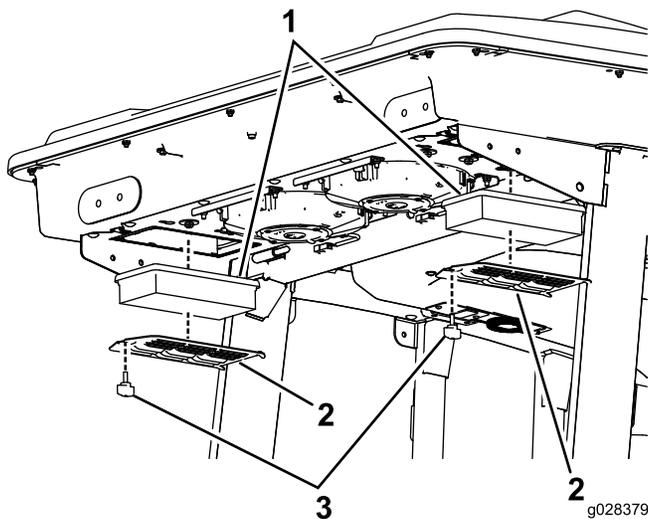
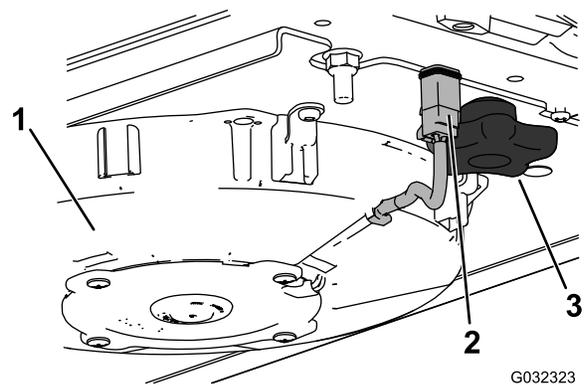
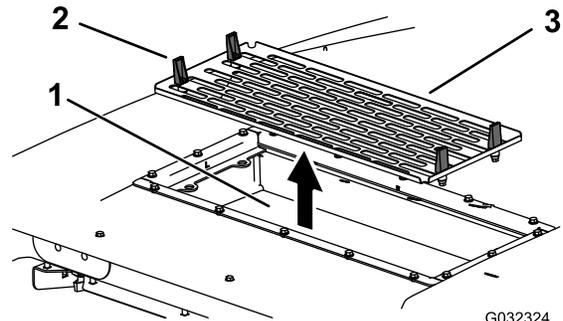

Figura 90
Figura 91
Figura 92
1. Rimuovete le viti e le griglie sia dal filtro dell'aria interno alla cabina, sia da quello sulla parte posteriore della cabina (Figura 89 e Figura 90).
5. Togliete i filtri dell'aria (vedere Figura 90).
7. Installate i filtri dell'aria, la griglia e il gruppo ventola (Figura 90, Figura 91 e Figura 92).
8. Collegate il filo per ciascuna ventola (Figura 91).